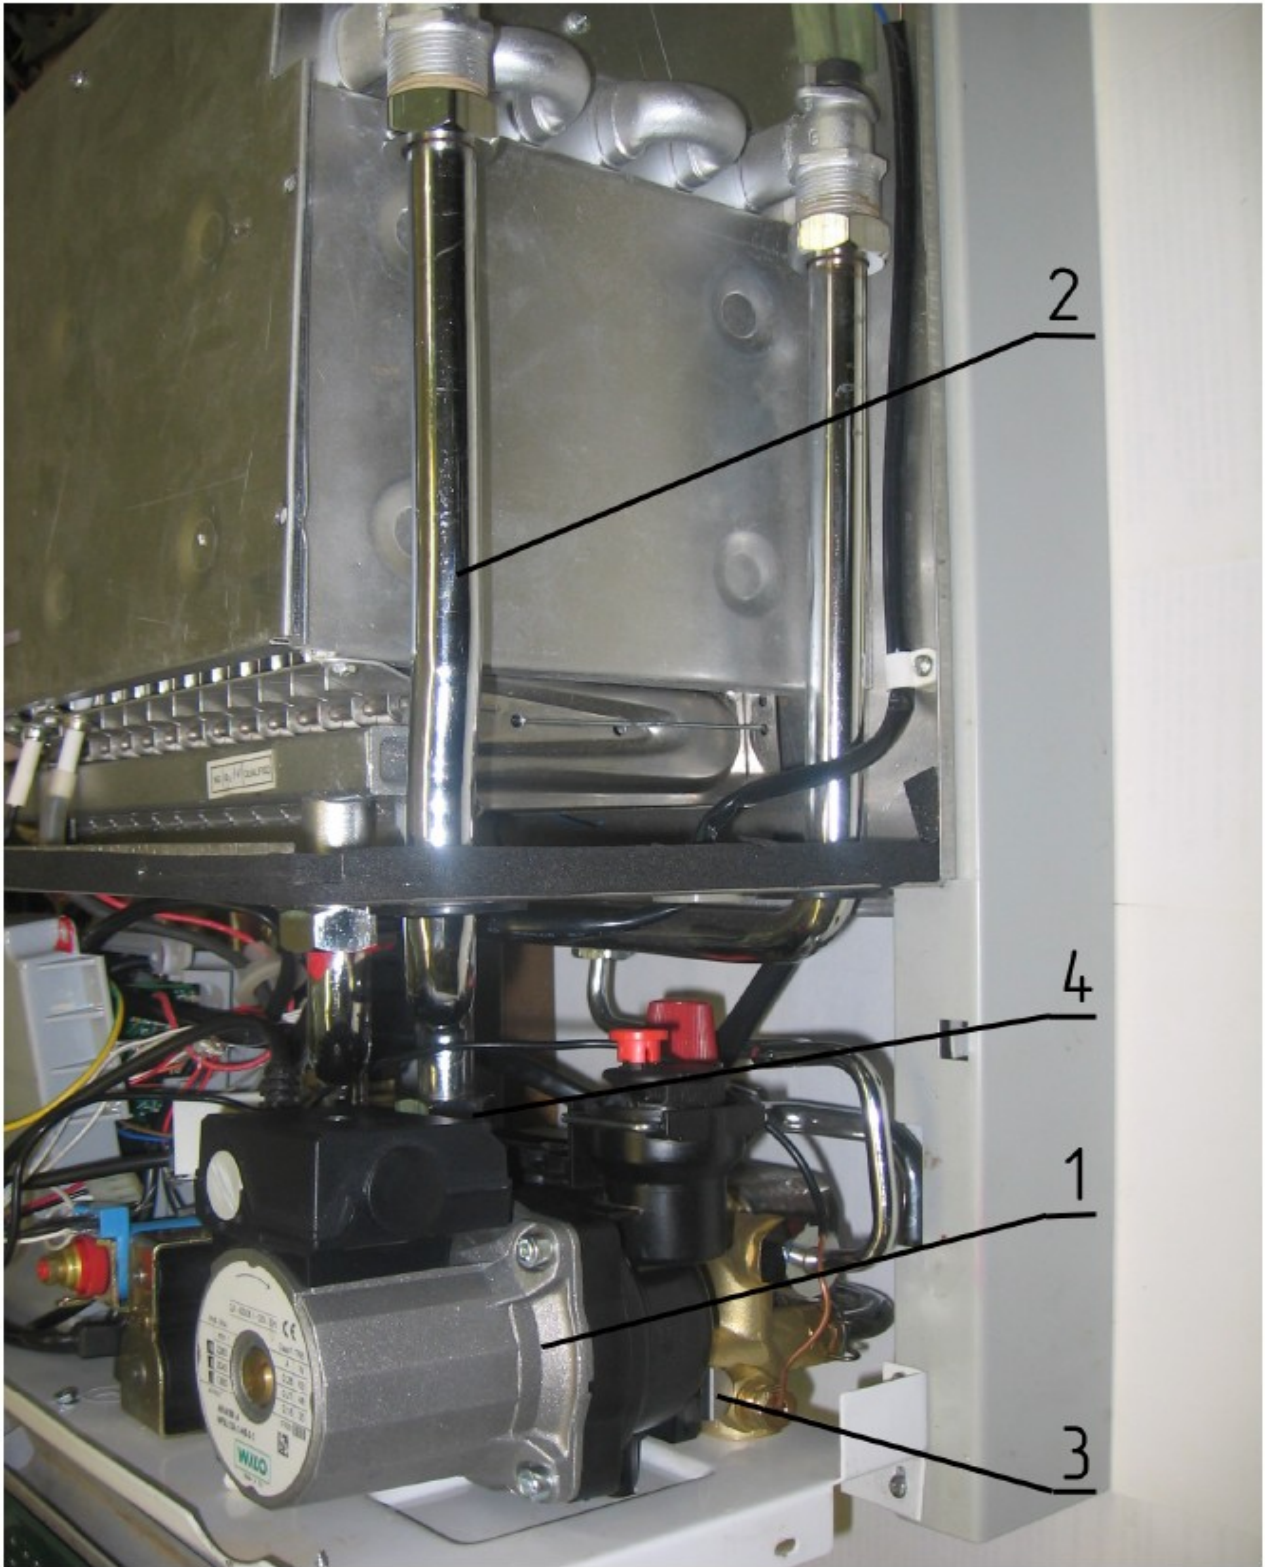

Рисунок 2. Монтаж насоса NFSL 12/4
- 1) установить насос поз. 1 на место (рисунок 2), надавив на него от себя и вниз. Для обеспечения герметичности узла необходимо использовать резиновое уплотнительное кольцо OR123 2,6x17,86. При монтаже насоса NFSL 12/4 (NFSL 12/5) вместо ранее установленного HUL 15/5 замена уплотнительного кольца не требуется;